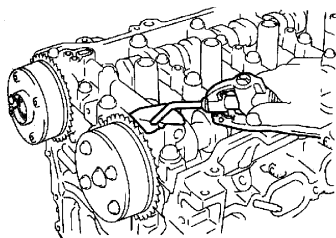

图 1-77 向孔中施加空气压力
④ 向在步骤 A 中刺出的孔中施加大约 150kPa 的空气压力，以松开锁销，见图 1-77。